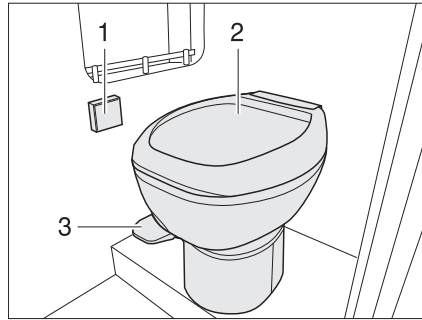
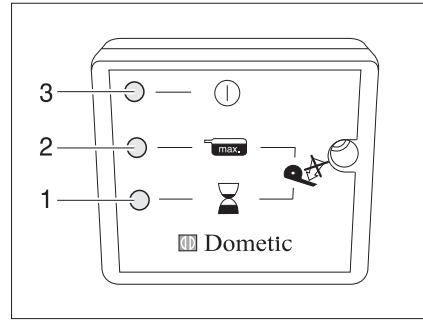

Fig. 242 Toilette à aspiration
Fig. 243 Panneau toilette à aspiration
- Ouvrir l'alimentation en courant. Sur le panneau (Fig. 242,1) s'allume la DEL jaune (Fig. 243,1) pendant env. 1 minute. Le système génère un vide.
- Quand la DEL verte (Fig. 243,3) s'allume sur le panneau, soulever brièvement la pédale (Fig. 242,3) afin qu'un peu d'eau coule dans la cuvette des WC (Fig. 242,2) et que la fermeture soit recouverte d'eau sur le fond.
- Presser la pédale (Fig. 242,3) vers le bas pendant quelques secondes.
- Soulever la pédale afin qu'un peu d'eau coule dans la cuvettes des WC (Fig. 242,2) et que la fermeture soit recouverte d'eau sur le fond.
La DEL rouge (Fig. 243,2) s'allume quand la cassette doit être vidée ou a été extraite.